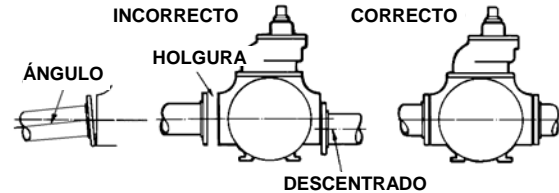

Figura 2
8. Verifique la alineación de las tuberías hacia la bomba para evitar tensiones que posteriormente pudieran causar una desalineación. Consulte la figura 2. Desempeñe las bridas o rompa las juntas de unión. Las tuberías no deben separarse ni caerse. Después de que la bomba haya estado en operación durante una semana o dos, vuelva a verificar completamente la alineación.